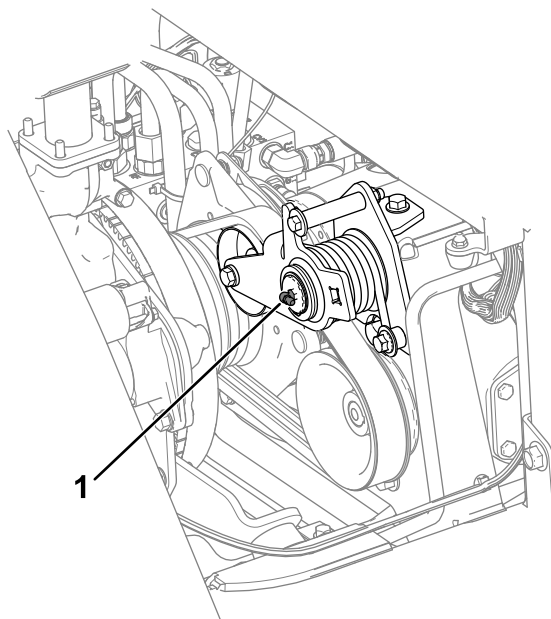

Figura 47
- Braço intermédio (Figura 47)